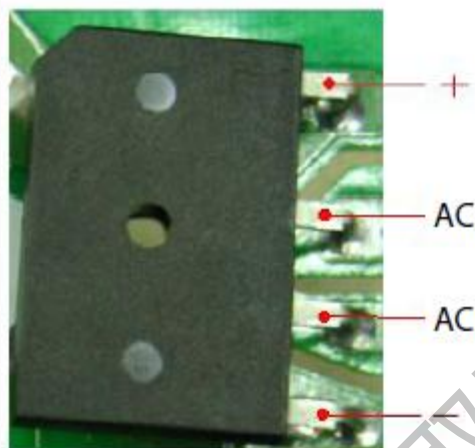

图 8：引脚定义
(1) 整流模块主要作用是将交流电变成直流电，整流模块的引脚定义如图 8，其内部结构简图如 9。